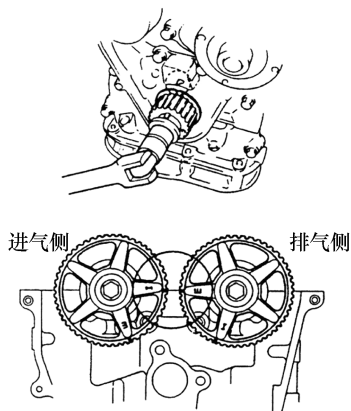

图 5-8 检查正时标记的对准
- 1) 确定正时带轮的标记和凸轮轴带轮的标记对准，如图 5-8 所示。